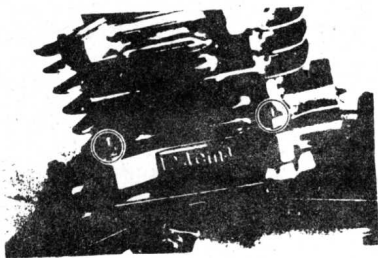

图 1-26
(14) 拆下气缸体螺母, 取下气缸体, 如图 1-26 所示。